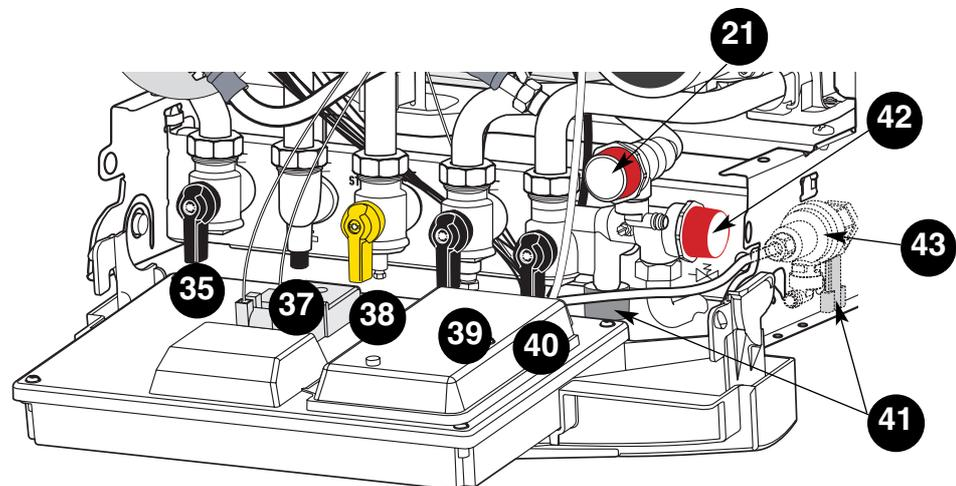

Fig. 20
### Robinetterie (fig. 20)
3. Ouvrir le robinet gaz **38** (fig.20).